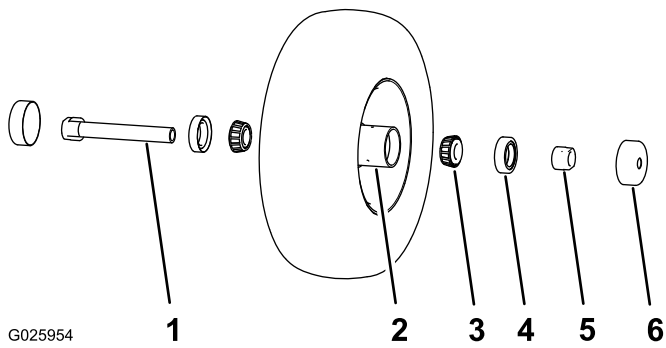

Figura 33
1. Retire los 2 protectores de los retenes del buje de la rueda (Figura 33).
- Retire 1 de las tuercas espaciadoras del eje de la rueda giratoria (Figura 33).
Nota: Observe que las tuercas espaciadoras llevan adhesivo de roscas para pegarlas al eje (Figura 33).
- Retire el eje (con la otra tuerca espaciadora aún montada en el mismo) del conjunto de la rueda giratoria (Figura 33).
- Retire los dos retenes haciendo palanca (Figura 33).
- Retire los dos cojinetes y compruebe cada uno de ellos en busca de desgaste o daños (Figura 33).
- Introduzca un cojinete en el buje de la rueda (Figura 33).
- Introduzca el retén del cojinete en el buje en el cojinete (Figura 33).
- Enrosque la tuerca del eje, con los segmentos planos para llave inglesa hacia fuera, en el extremo del eje que está preparado con el adhesivo de roscas (Figura 33).
- Introduzca el eje con la tuerca montada en él en la rueda, en el lado que contiene el retén nuevo y el cojinete (Figura 33).
- Introduzca el otro cojinete y un retén nuevo en la rueda (Figura 33).
- Instale los protectores de los retenes sobre el buje de la rueda (Figura 33).